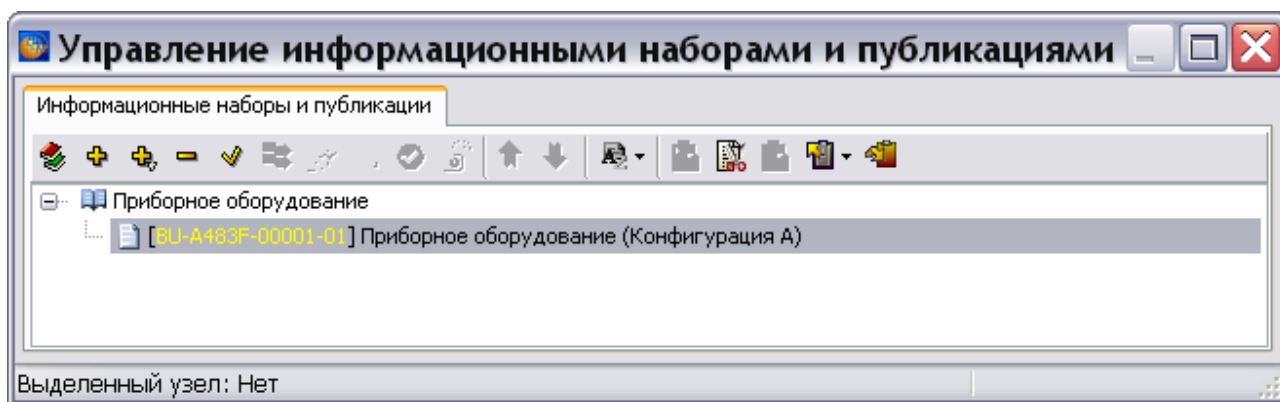

Рис. 18.11
6. Нажмите на кнопку **Применить**, после этого произойдет возврат в окно **Управление информационными наборами и публикациями**. Наименование публикации отобразится в окне (Рис. 18.11).